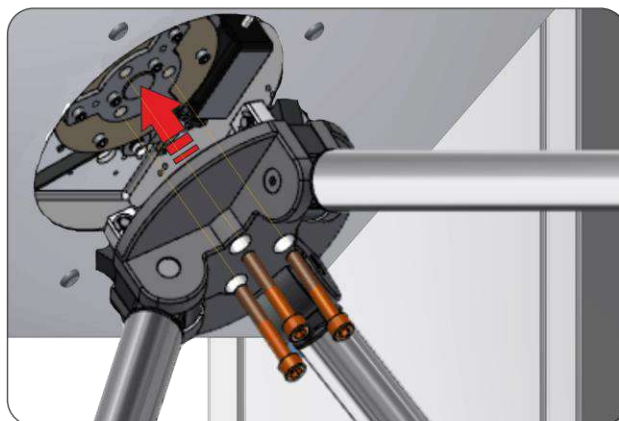

Рис. 13– Встановлення ступиці з планками в корпус турнікету-триподу
- а) Вручну розкласти планки (2) ступиці (1) (див.Рис.13).
- б) Встановити ступицю (1) по центру механізму (4) турнікету;